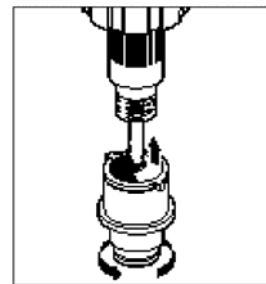

图 5
6. 将联结圈套在探测器上,将探测器螺纹缠好塑料带,然后用手拉紧螺套。(参看图 5)